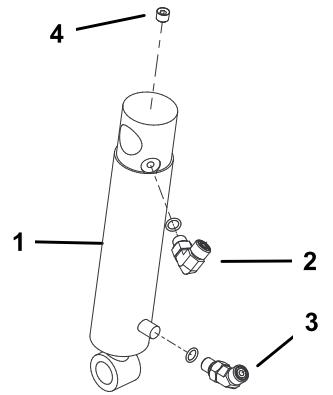

図 11
1. 油圧シリンダの上側ポートに90° フィッティングを取り付ける。フィッティングは図 11 のように組み付ける。注: 全部のOリングをきちんと潤滑し、フィッティングの正しい位置にセットしてから取り付けてください。
2. 油圧シリンダの下側ポートに45° フィッティングを取り付ける。フィッティングは図 11 のように組み付ける。